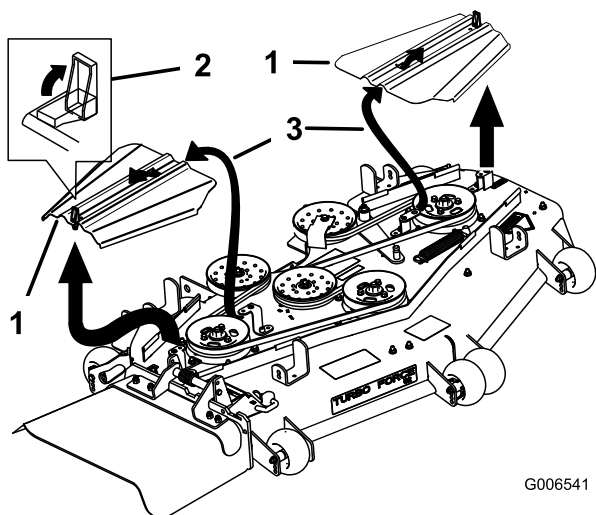

Figura 64
3. Retire las cubiertas de la correa (Figura 64).